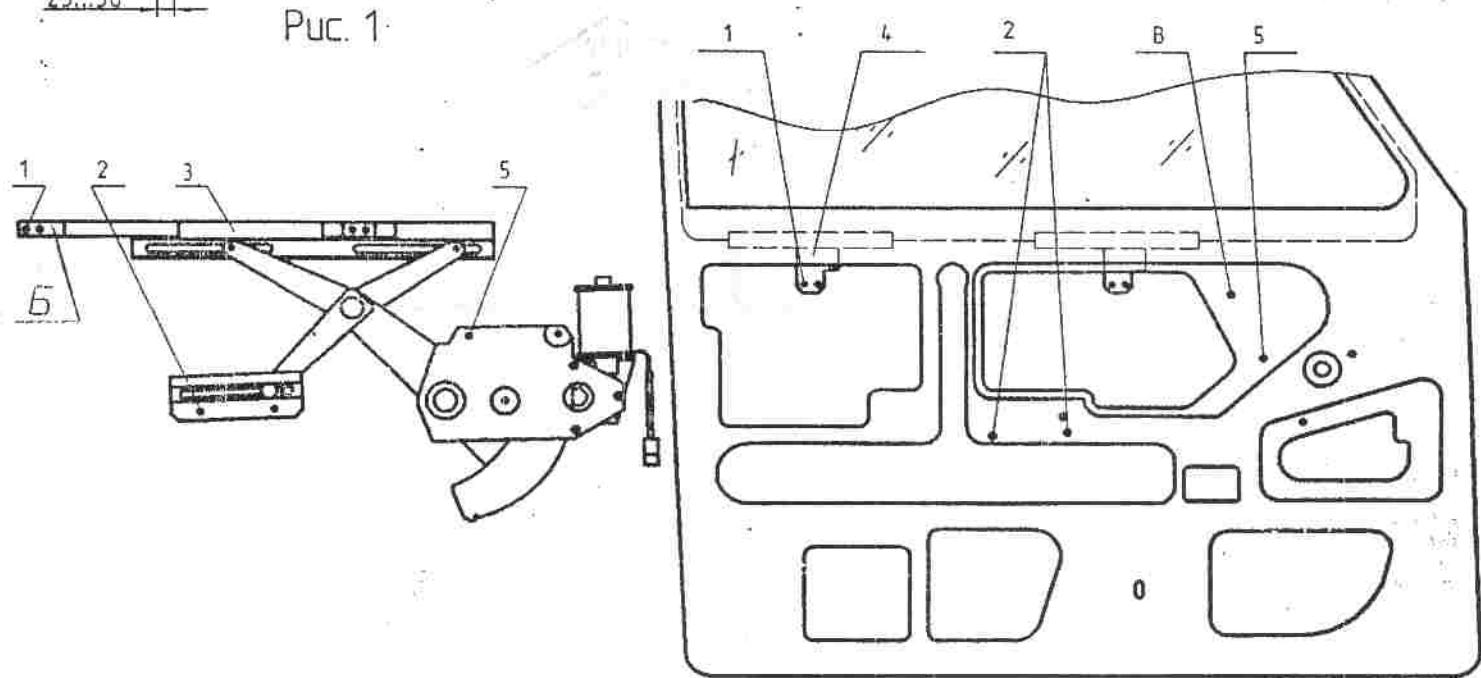

Рис. 3 Установка ЭСП в левую переднюю дверь
4.14. Перевести рычаг ЭСП в верхнее положение, совместить направляющую (3) с кронштейнами обоймы стекла(4). Закрепить направляющую винтами М5 (см. рис.3).
Если в верхнем положении стекло становится с перекосом, допускается компенсировать перекос за счет подгиба кронштейна Б направляющей З (рис. 3).
4.16. Установите демонтированные детали на свои места. Замените штатный винт крепления подлокотника (место В рис.3) на винт М6х20 из комплекта крепежных деталей.